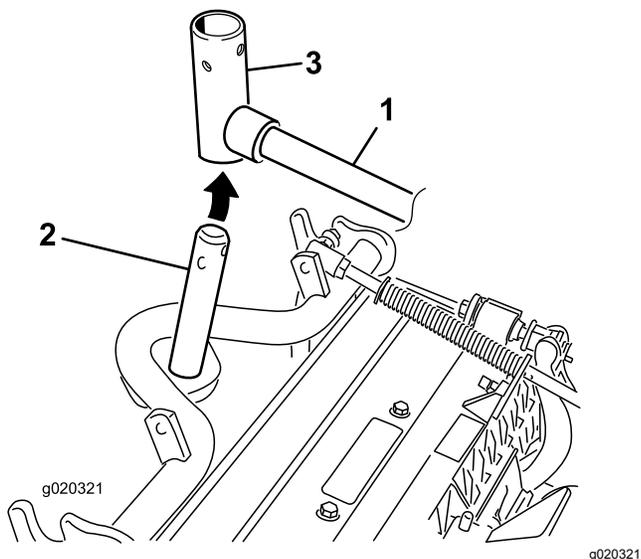

Рисунок 10
- B. Вставьте вилку подъемного рычага в вал несущей рамы (Рисунок 10).
10. При установке передних режущих блоков передвиньте режущий блок под подъемным рычагом, одновременно вставляя вал несущей рамы вверх в вилку шарнира подъемного рычага (Рисунок 10).